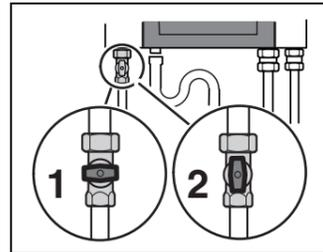

Fig. 3
- Aprire il rubinetto del gas (→ fig. 3, [2]).